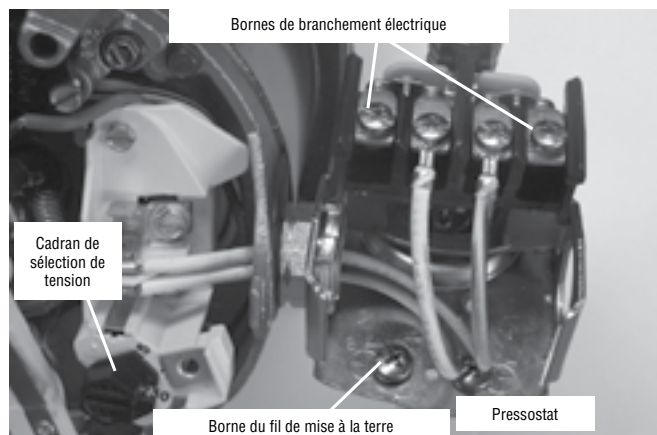

Figure 16 : Tension réglée à 230 V sur sélecteur à cadran
3. Fixer les fils d'arrivée de courant aux deux vis extérieures du manostat (Figure 16).
4. Relier le fil de terre aux bornes de raccord de mise à la terre (Figure 16).
1. Brancher tout d'abord le fil de mise à la terre, comme il est illustré à la Figure 16. Le fil de mise à la terre doit être un fil de cuivre massif d'un diamètre au moins aussi gros que le diamètre des fils de tension.
4. Brancher les fils de tension sur le manostat, comme il est illustré à la Figure 16.